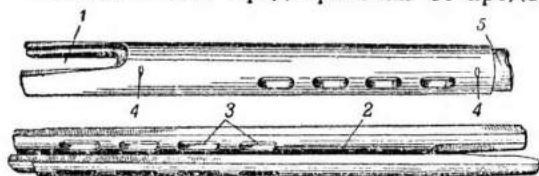

Рис. 49. Ствольная накладка:
49. Ствольная накладка (рис. 49) служит для предохранения рук стрелка от ожога и для защиты штока с поршнем от случайных ударов. Она имеет: задний вырез для прохода колодки прицела; жолоб для штока; поперечные вырезы для лучшего охлаждения ствола; шпильки для предохранения от продоль-